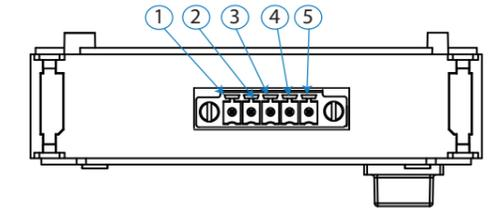

Figura 1 / Figure 1 / Figure 1 / Abbildung 1 / Figura 1 / Figura 1
- 1.- Retirar los 2 clips de sujeción que aguantan la tapa protectora, mediante un destornillador de punta plana (**Figura 1**).
- Svitare i 2 fermi di sostegno che mantengono chiuso il coperchio di protezione, utilizzando un giravite a punta piatta (**Figura 1**).
- Retire os 2 clips de fixação que suportam a tampa protectora através de uma chave de fendas de ponta plana (**Figura 1**).